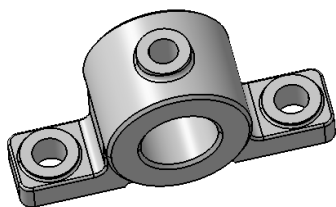

图 3-72 轴承座
5. 完成轴承座的建模, 如图 3-72 所示。复习拉伸、切除、钻孔、螺纹特征。